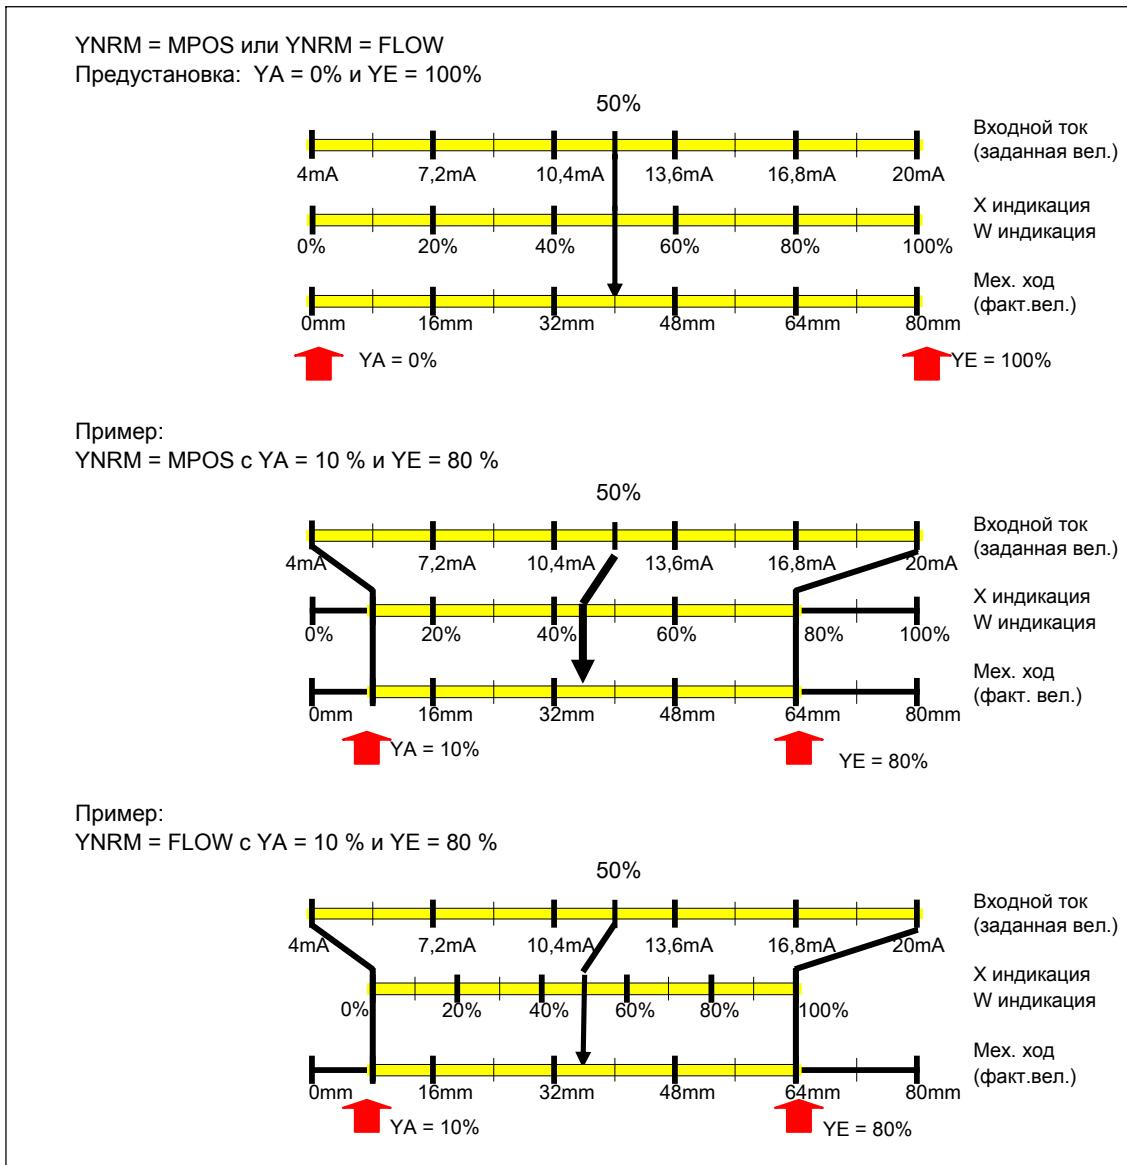

Рис. 4-9 Зависимость хода от нормирования, а также от YA и YE на примере 80 мм-поступательного привода
44.AFCT	Функция тревоги Привод может сигнализировать превышение (max) или выход за нижнюю границу (min) заданного хода или угла поворота. Срабатывание тревог (концевых контактов) завязано на MPOS-масштабирование (см. рис. 4-9, стр. 85). Сигнализация тревог осуществляется через модуль тревоги (номер заказа 6DR4004-6A или -8A). Дополнительно тревоги могут считываться через HART-интерфейс (опция). Направление действия двоичных выходов может согласовываться с системами слежения от High-aktiv до Low-aktiv.